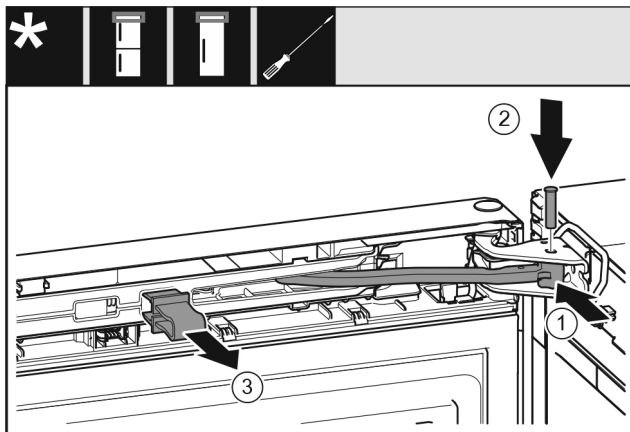

Fig. 21
- ▶ Zgibni del v ležajnem podstavku zavrtite. *Fig. 21 (1)*
- ▶ Sornik vstavite v ležajni podstavek in zgibni del. Pri tem pazite, da zaskočni zapah pravilno sedi v utoru. *Fig. 21 (2)*
- ▶ Snemite varovalo. *Fig. 21 (3)*